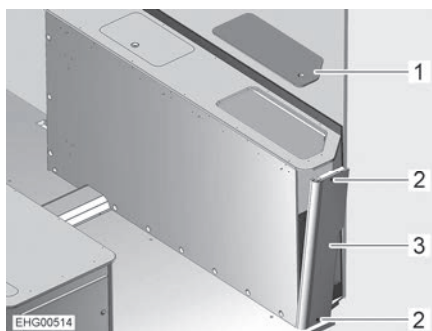

Fig. 159 Armazón de la cama a la derecha
- Retirar la tapa de servicio (Fig. 159,1).
- Desenroscar los 2 tornillos (Fig. 159,2).
- Meter la mano en el armazón de la cama desde arriba y empujar la pared lateral (Fig. 159,3) ligeramente hacia fuera.